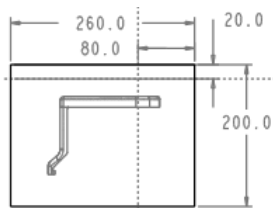

图 26.3 截面草图
(1) 选择命令。单击 **模具** 功能选项卡 **形状** 区域中的 按钮。
(2) 创建实体拉伸特征。
① 定义草绘截面放置属性。在绘图区中右击, 选择快捷菜单中的 **定义内部草绘...** 命令。系统弹出“草绘”对话框, 然后选择 MOLD_FRONT 基准平面作为草绘平面, 草绘平面的参考平面为 MOLD_RIGHT 基准平面, 方位为 **右**, 单击 **草绘** 按钮。系统进入截面草绘环境。
② 进入截面草绘环境后, 选取 MOLD_RIGHT 基准平面和 MAIN_PARTING_PLN 基准平面为草绘参考, 然后绘制图 26.3 所示的截面草图。完成截面草图的绘制后, 单击“草绘”操控板中的“确定”按钮 。